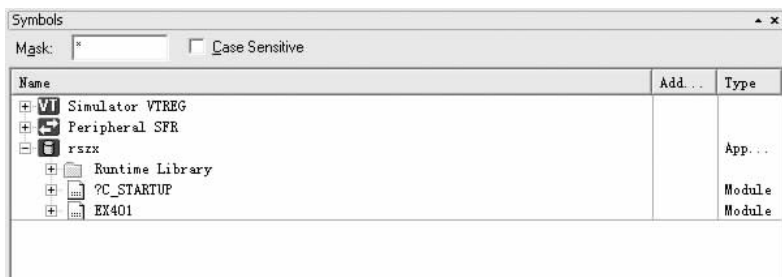

图 2-14 符号窗口
(7)符号窗口。View 菜单中的 Symbol Window 选项用于符号窗口的显示/隐藏切换,选择该选项,弹出如图 2-14 所示符号窗口,窗口中显示的是当前程序中的各种符号。在 Mask 文本框中输入希望显示的符号名,对应的符号信息将立即显示在窗口中,选中 Case Sensitive 复选框可区分大小写。